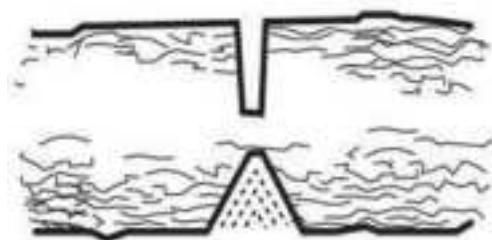

Fig.23
- Eseguire uno o più tagli in corrispondenza o in prossimità del punto di massima tensione. Eseguire tanti tagli di profondità sufficiente quanto necessario per ridurre la tensione e fare in modo che l'albero o il ramo si spezzino nel punto di massima tensione.(ved.fig. 23)